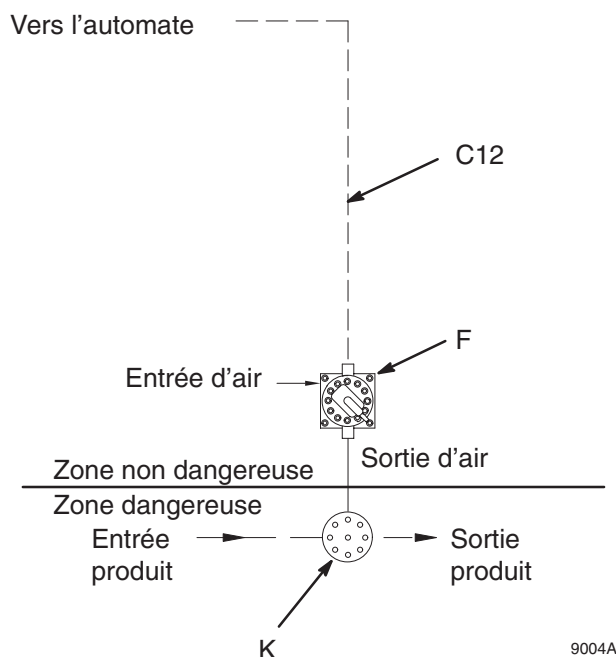

Fig. 3.21
1. Voir Fig. 3.21. Monter le régulateur produit (K) dans la cabine de peinture, sur la tuyauterie produit alimentant le pistolet. Implanter le régulateur produit aussi près que possible du pistolet.
2. Monter le transducteur I/P (F) dans la zone non dangereuse, mais aussi près du régulateur que possible. Monter le transducteur sur une surface exempte de vibrations. Un câble de 30,5 m (C12) est fourni pour raccorder le transducteur I/P à l'automate.
3. Brancher une tuyauterie d'alimentation d'air de 10 mm minimum sur le transducteur I/P (F).